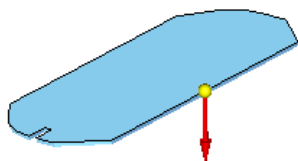
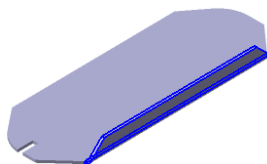

图 3.6.4 定义材料方向
图 3.6.5 弯边特征 1
(3) 定义材料厚度及方向。在命令条中单击“厚度步骤”按钮  定义材料厚度, 在 **厚度:** 文本框中输入值 0.5, 然后按 Enter 键, 并将材料加厚方向调整至图 3.6.4 所示的位置后单击。
(4) 单击命令条中的 **完成** 按钮, 完成特征的创建。
Step3. 创建图 3.6.5 所示的弯边特征 1。
(3) 定义弯边类型。在命令条中单击“完全宽度”按钮；在“距离”文本框中输入值 3，在“角度”文本框中输入值 90，然后单击“内部尺寸标注”按钮和“外侧折弯”按钮；调整弯边侧方向向上，如图 3.6.5 所示。